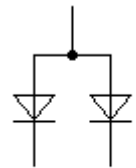
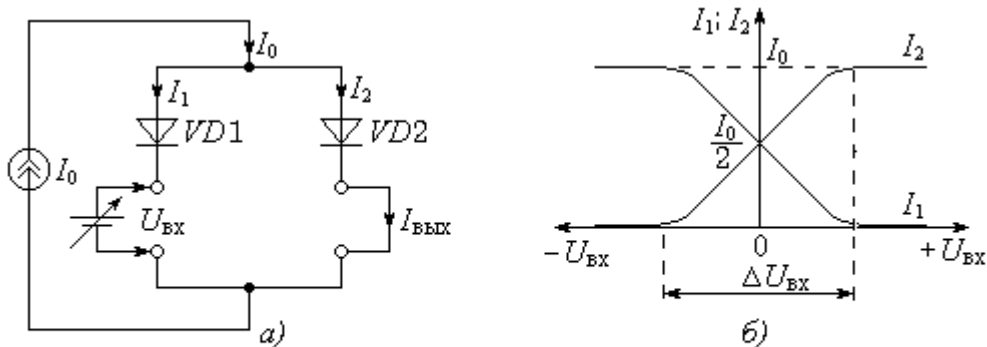
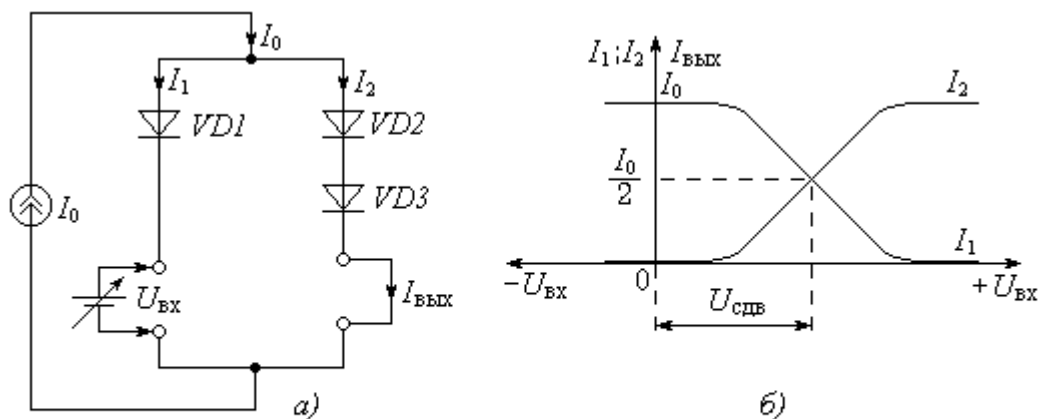

Рис. 1
Рис. 2. Симметричное разветвляющее соединение:
Рис. 3. Несимметричное разветвляющее соединение:
Розгалужені з'єднання (рис. 1) є плавним перемикачем струму із одного кола $VD1$ в інше $VD2$ (рис. 2).
РЗ бувають симетричними (рис. 2) й несиметричними (рис. 3).
Несиметричність у схемі рис. 3 створює третій діод $VD3$. Через нього точка перекомутації зміщується на U_{3M} від напруги $U_{BX} = 0$.
4.2.2. Зніміть ВАХ симетричного РЗ, змінюючи вхідну напругу U_{BX} резистором R (клавіша R), вимірюючи U_{BX} , I_1 , I_2 та відкладаючи їх значення безпосередньо на графік за формою рис. 2. (Заповнення будь-яких таблиць, навіть чорнових, не допускається); натиснення клавіші R зменшує U_{BX} , а одночасне натиснення клавіш R і *Shift* збільшує її.
4.3.2. Визначте для обох схем напругу перекомутації $\Delta U_{вх}$ (рис. 2) і напругу зміщення $U_{зм}$ (рис. 3). Результати вимірювань занесіть до табл. 1.